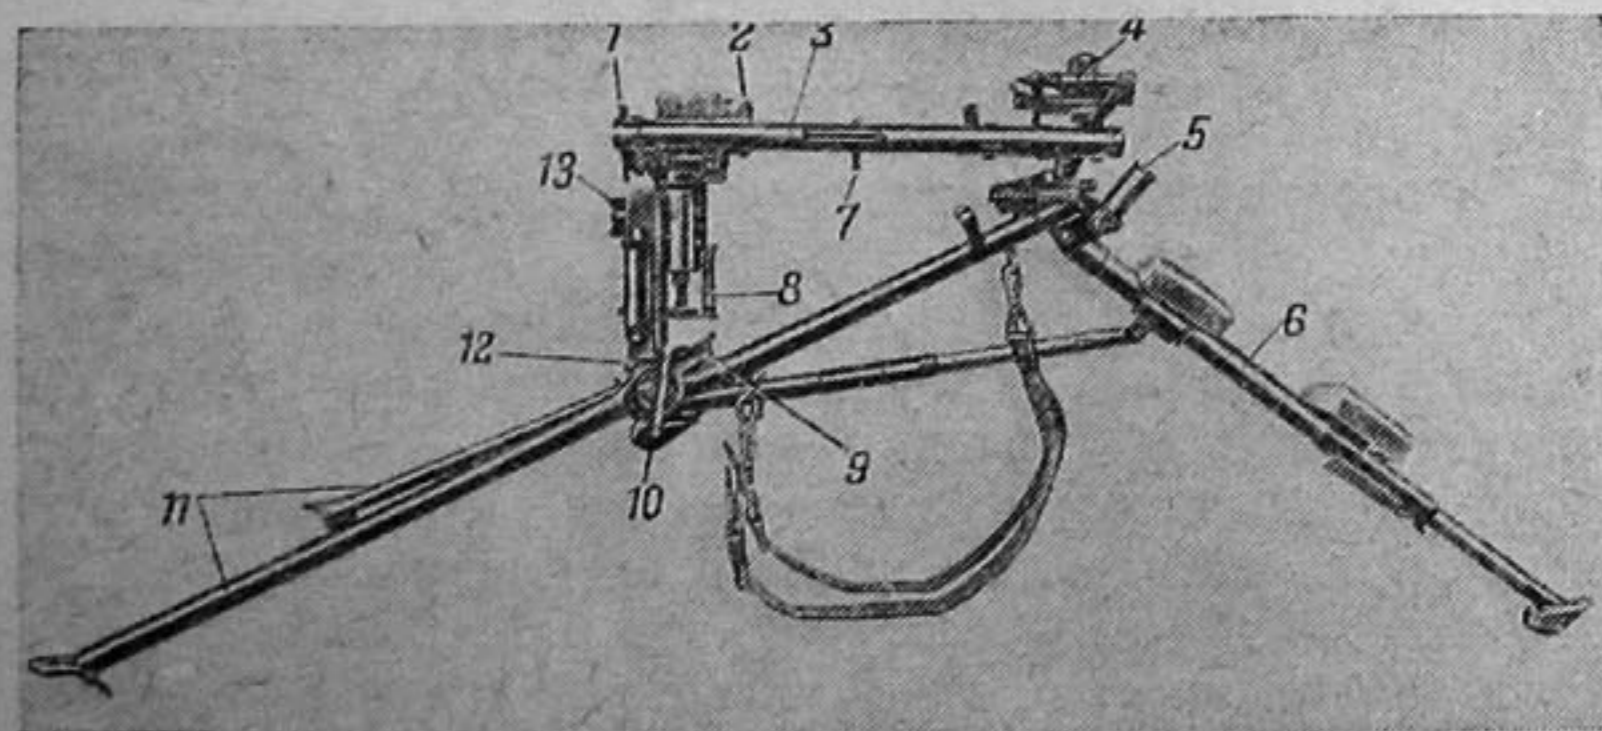

Рис. 24. Станок обр. 1934 г.:
Пулемет МГ-34, в качестве станкового, устанавливается на станок обр. 1934 г. (рис. 24).
2. Для установки наименьшей высоты линии огня освободить полностью задние ноги, поставить станок на башмаки (см. рис. 24) и полностью развести переднюю ногу, освободив ее стопор и стопор растяжки.